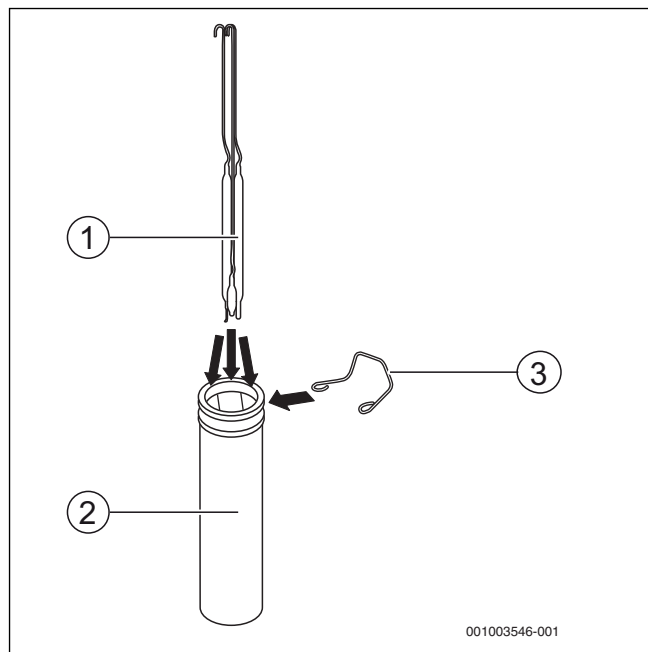

Рис. 23 Установка датчиков температуры в погружную гильзу
- ▶ Задвиньте датчики температуры (→ рис. 23, [1]) до дна погружной гильзы (→ рис. 23, [2]).
- ▶ Закрепите датчик температуры пружинной защёлкой (→ рис. 23, [3]).